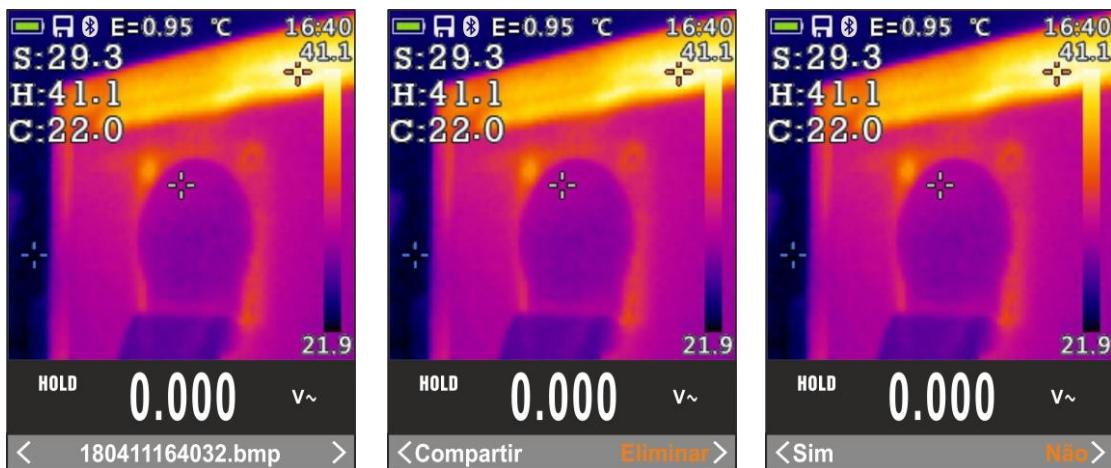

Fig. 42: Abrir e eliminar a imagem IR
11. Entrar no Menu geral para rever o resultado guardado (ver Fig. 42 – parte esquerda)